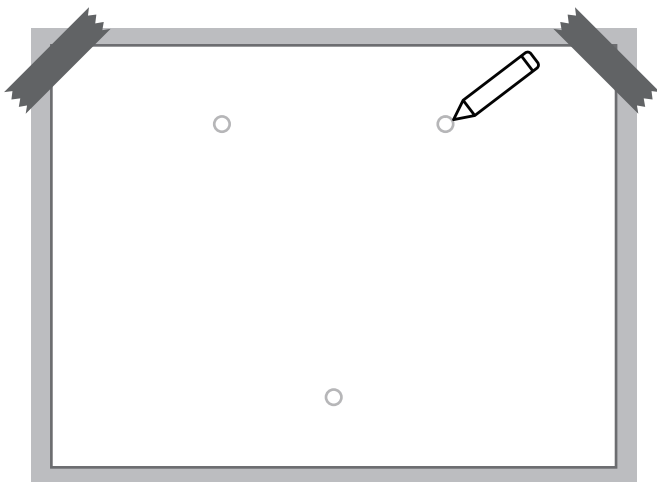

Abb. 5-4
2. Markieren Sie die Montagelöcher an der Wand mithilfe der Montageschablone. (Siehe Abb. 5-4)